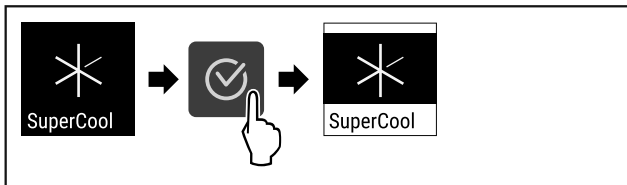

Fig. 72
- ▶ Genomför handlingsstegen (se Fig. 72).